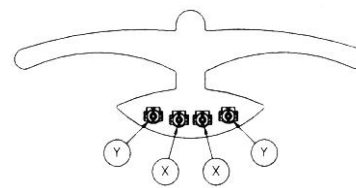

Рис. 12
- Установите флуоресцентные лампы в корпус лампы (см. рис. 12). В центральные гнезда X установите 2 лампы Ra = IB (6000 K), в боковые гнезда Y установите 2 лампы Ra = IA (5400 K)